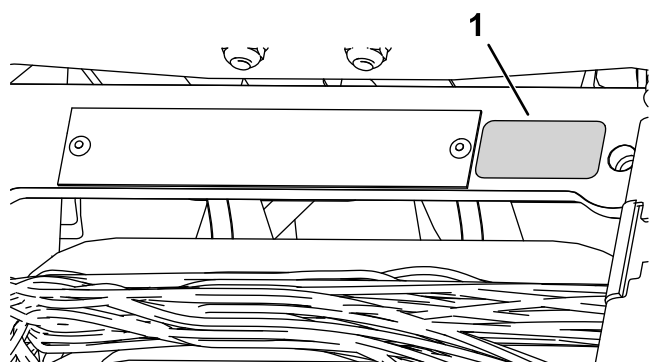

Figura 13
- Coloque o autocolante do ano de fabrico junto da placa do número de série (Figura 13).